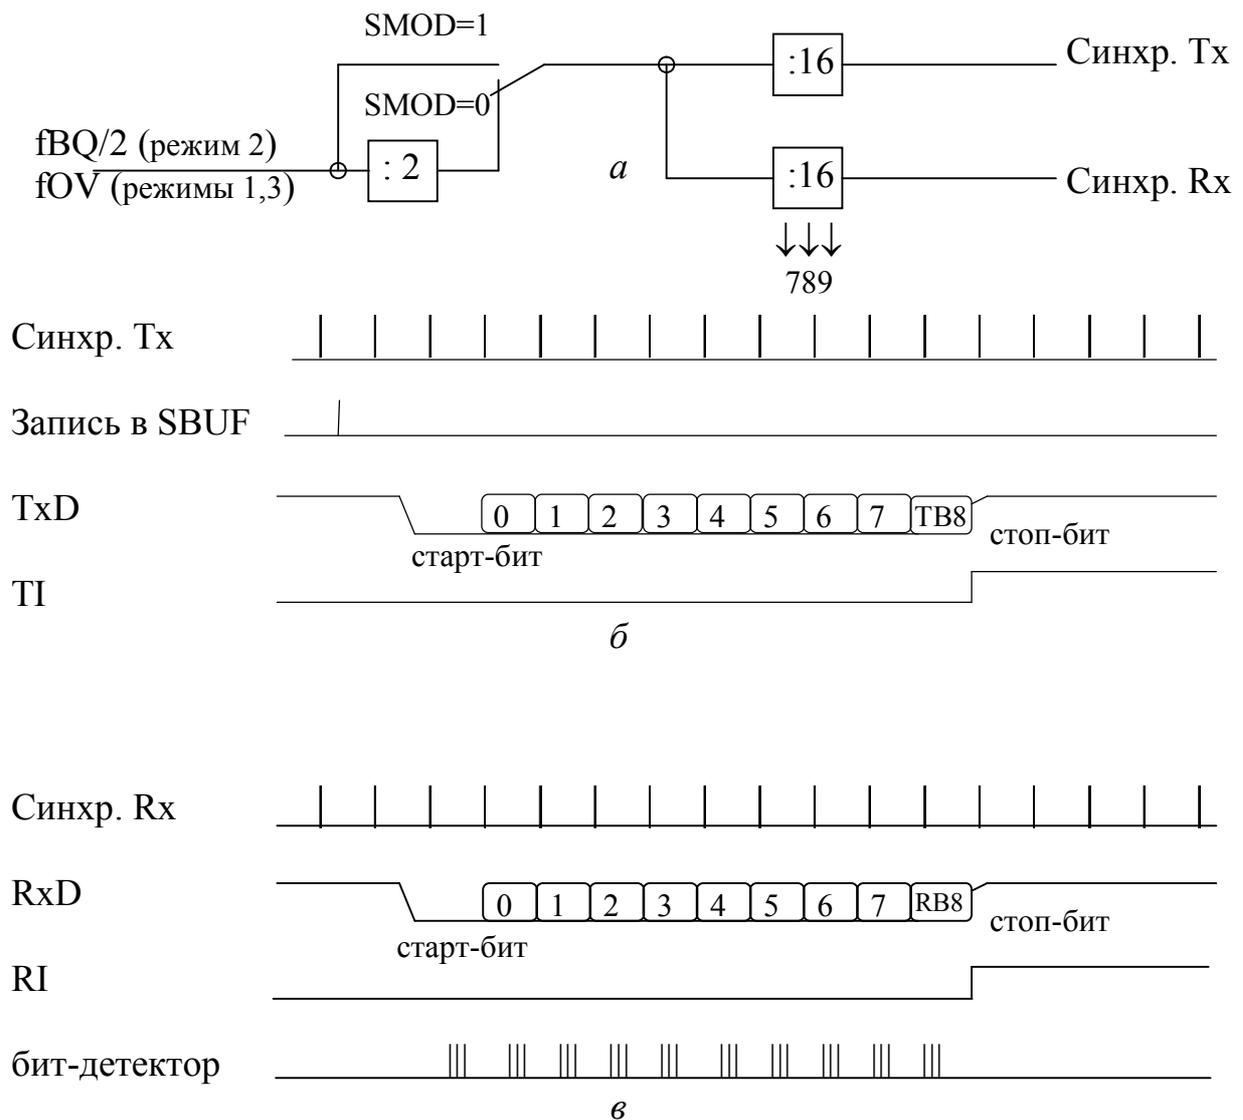

Рис. 7.2 — Временные диаграммы, иллюстрирующие работу последовательного порта в режимах 2 и 3:
**Режим 2.** Формат посылки — 11 бит (рис. 7.2): старт-бит, восемь бит данных, программируемый девятый бит и стоп-бит. Передаваемый девятый бит данных принимает значение бита **TB8**. Бит **TB8** регистра **SCON** может быть программно установлен в 1 или 0, или в него можно поместить значение бита **P** из регистра